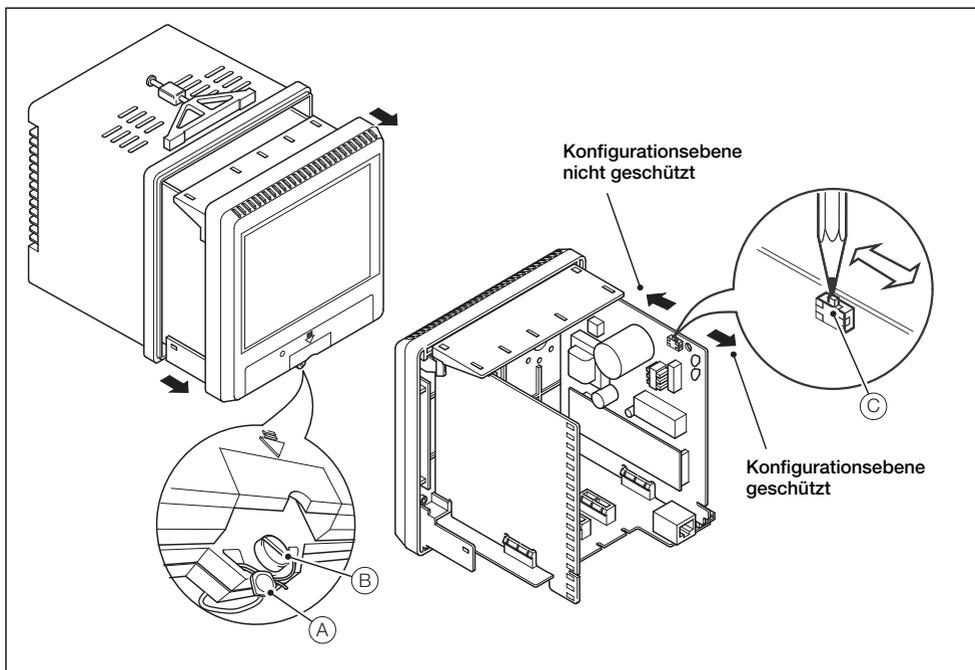

Abb. 8.3 Sicherheitsschalter einstellen
Der Zugriff auf die **Konfigurationsebene** ist erst möglich, nachdem der interne Schalter auf die Position „Konfigurationsebene nicht geschützt“ gesetzt wurde – siehe Abb. 8.3, Seite 64.
1. Den internen Sicherheitsschalter auf die Position „Konfigurationsebene nicht geschützt“ einstellen – siehe Abb. 8.3, Seite 64.
Wie in Abb. 8.3 gezeigt, gehen Sie beim Einstellen des internen Sicherheitsschalters wie folgt vor: